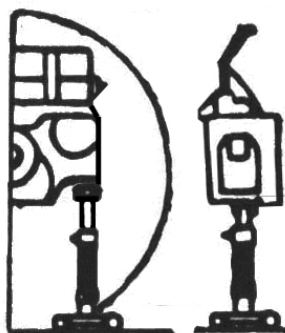

Рисунок 4.6
5) подведите под корпус заднего моста (ЗМ) опору винтовую Р-7521 (или аналогичную ей) (**рисунок 4.6**) до полного контакта с корпусом ЗМ;